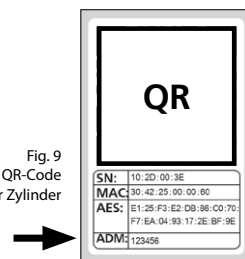

Fig. 9
! Remarque : Vous trouverez le code administrateur généré aléatoirement sur l'autocollant du code QR ci-joint, sous « ADM » (Fig. 9). Vous pouvez modifier le code administrateur ultérieurement à tout moment. Vous trouverez des explications à ce sujet dans la notice principale, sur notre site web (voir lien sur la page de couverture).
! **Remarque :** Vous trouverez le code administrateur d'usine sur l'autocollant du code QR du cylindre sous la mention « ADM » (Fig. 9).
- 4 Appuyez fermement le clavier contre le mur pendant environ une minute (Fig. 9).